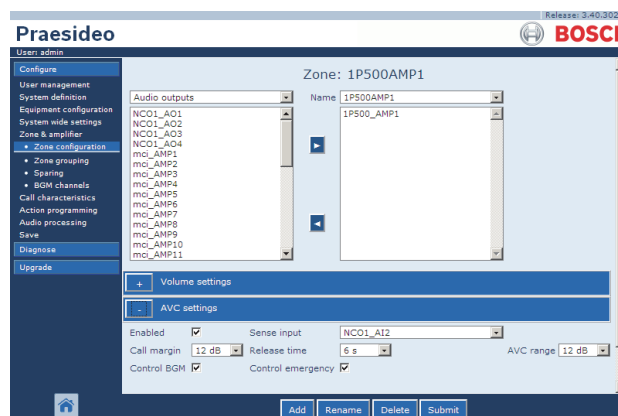

figura 50.1: Impostazioni AVC
volume in conformità agli standard di evacuazione. Quando un microfono ambientale di una zona si guasta, l'attenuazione della musica di sottofondo viene impostata nell'intervallo di AVC (vedere figura 50.1).
- 1 Andare alla categoria *AVC settings* nella pagina *Zone Configuration*. Nella cornice principale dell'interfaccia web, appare una schermata simile a quella in figura 50.1.